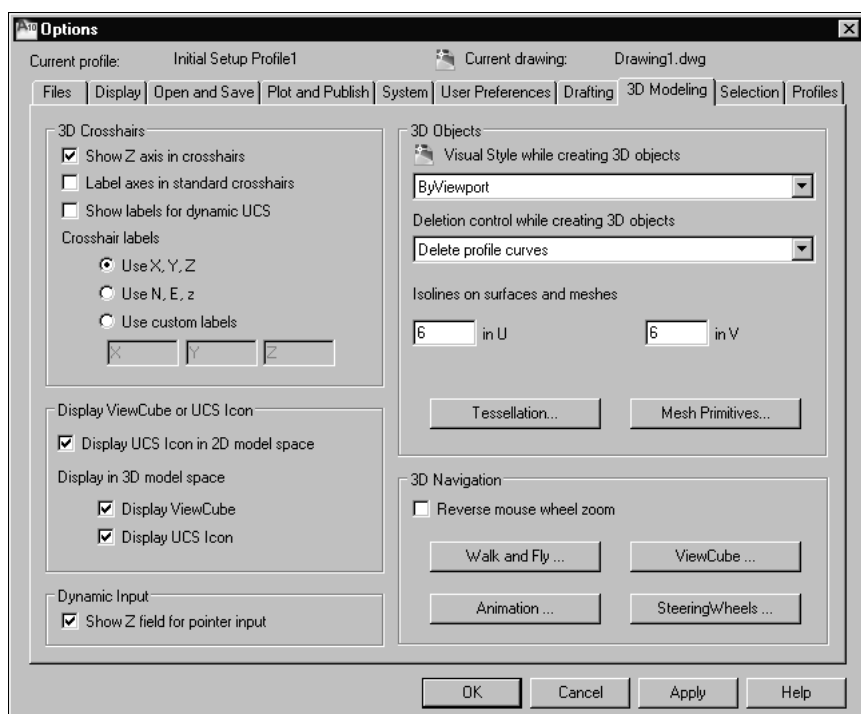

Рис. 1.21. Диалоговое окно **Options**, вкладка **3D Modeling**
Режимы моделирования в пространстве настраиваются в диалоговом окне **Options** (Настройка) на вкладке **3D Modeling** (3D-моделирование) (рис. 1.21), где устанавливаются режимы работы с телами и поверхностями.
9. Настройте вывод третьего поля около курсора для ввода координаты Z. Для этого откройте вкладку **3D Modeling** (3D-моделирование) в диалоговом окне **Options** (Настройка) (см. рис. 1.21) и установите на ней флажок **Show Z field for pointer input** (Показывать поле указателя для координаты Z).